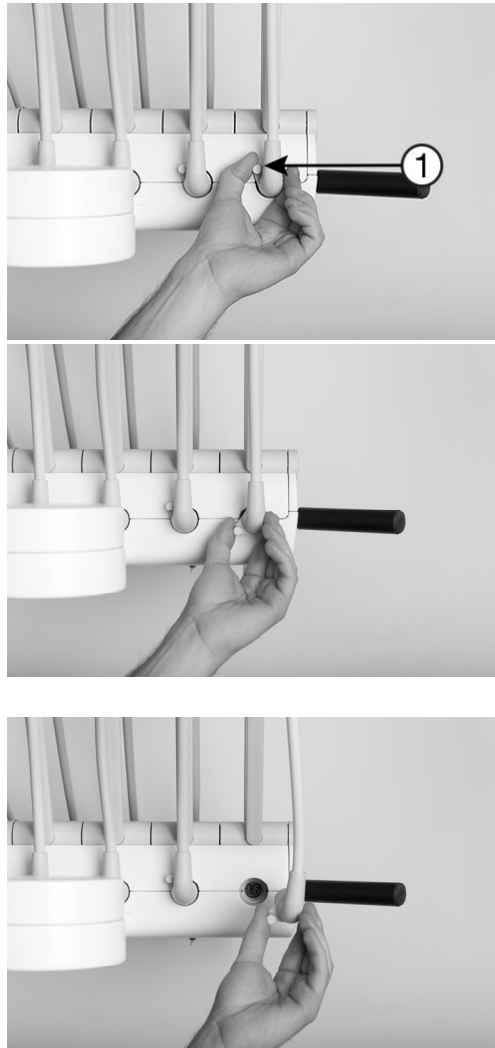

Abbildung 70 – Entfernen des Instrumentenschlauchs, (1) Entriegelungsgriff
Entfernen Sie den Instrumentenschlauch, indem Sie den Entriegelungsgriff (1) gegen den Uhrzeigersinn drehen und das Anschlussstück herausziehen, wie in Abbildung 70 dargestellt.